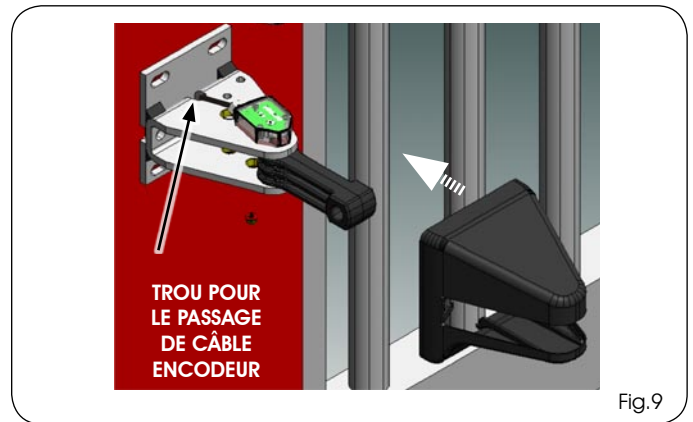

Fig.9
4. Monter le carter de protection sur la bride arrière, en exerçant une légère pression. (Fig. 9).